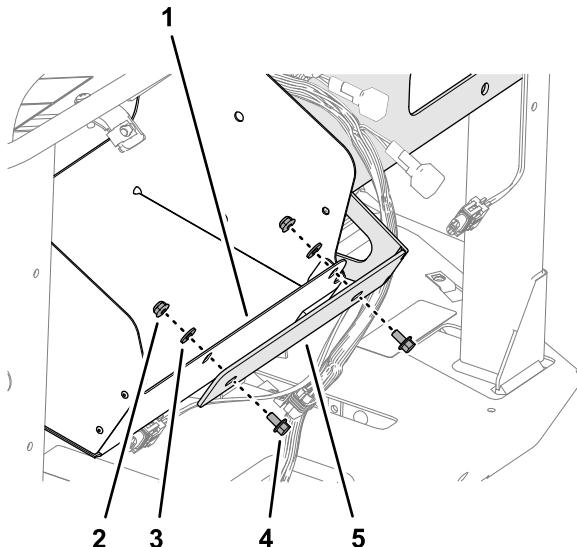

Bild 75
2. Richten Sie die Löcher in der Verteilerhalterung mit den Schlitten im Flansch des Staufachs aus (Bild 75).
3. Montieren Sie die Verteilerbefestigung mit zwei Bundkopfschrauben (1/4" x 1/2"), zwei Unterlegscheiben (1/4") und zwei Sicherungsbundmuttern (1/4") lose an den Flansch (Bild 75).